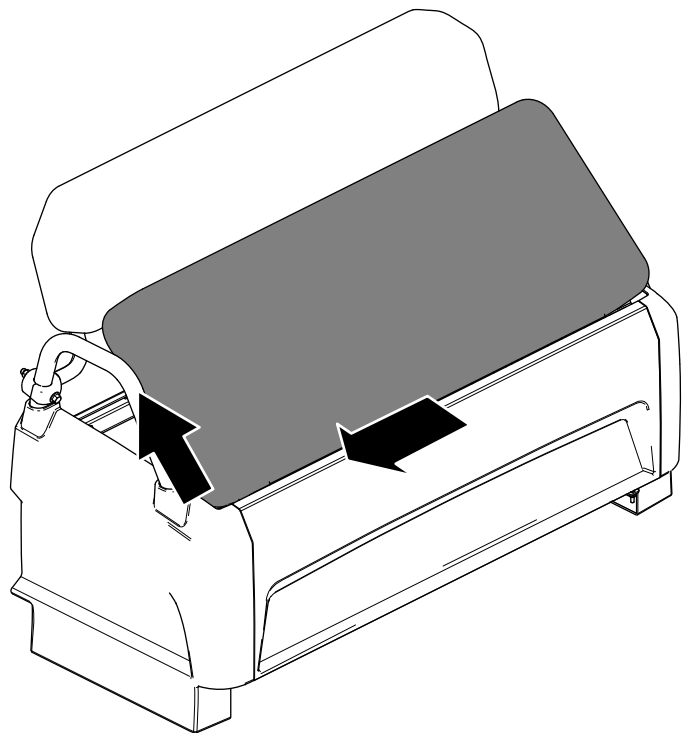

Figura 24
2. Deslice el cojín hacia el lado, hasta desengancharlo de los pasadores y levante el cojín hacia arriba (Figura 24).